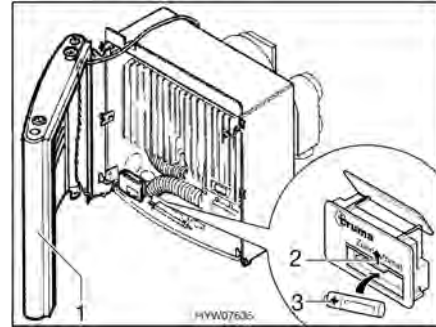

Fig. 116 Chauffage ouvert
- Placer l'habillage sur le côté (Fig. 116,1) pour que les câbles de raccordement pour le ventilateur d'air chaud et pour la lampe témoin de l'allumage n'aient pas à être débranchés.
- Pousser le couvercle du compartiment à piles de l'allumage automatique (Fig. 116,2) vers le haut.
- Placer une nouvelle batterie (Fig. 116,3) de même type, en plaçant correctement les pôles (+/-), dans le compartiment à piles de l'allumage automatique. N'utiliser que des piles AAA résistantes à la chaleur (+70 °C) et étanches.